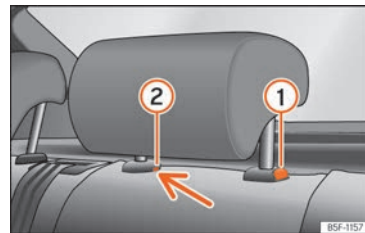

Abb. 111 Kopfstützen hinten: Ausbau.
- Drücken Sie die Taste »» Abb. 111 ① und gleichzeitig mit einem Schlitzschraubendreher (Breite max. 5 mm) in die Öffnung der Verriegelung ② und ziehen Sie die Kopfstütze heraus.